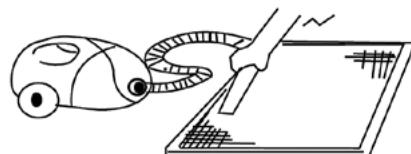

Рис. 1
2. Очистите фильтр с помощью пылесоса. Если фильтр сильно загрязнен, сполосните его водой. Рис. 1,2.